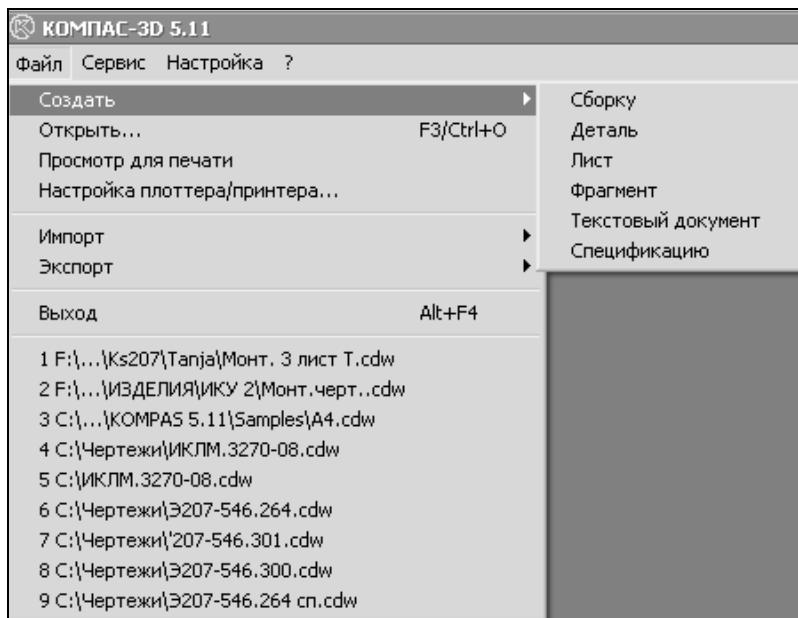

Рис. 2.2. Выпадающее меню пункта **Файл** с раскрытым пунктом **Создать**
- подведите курсор мыши к пункту **Файл** и щелкните ЛК мыши. В данном случае выпадающее меню (рис. 2.2) этого пункта состоит из команд: **Создать**, **Открыть**, **Просмотр для печати**, **Настройка принтера/плоттера**, **Импорт**, **Экспорт** и **Выход** и списка девяти ранее открытых документов (если пользователь ранее работал с системой).
- переместите курсор на пункт **Создать**. Появится подменю, которое вы видите на рис. 2.2. В данном случае команды подменю предназначены для выбора режима работы;